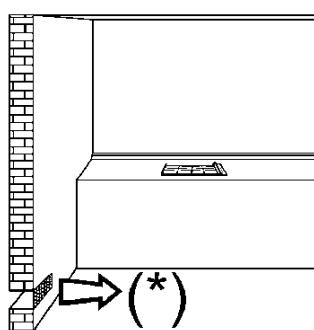
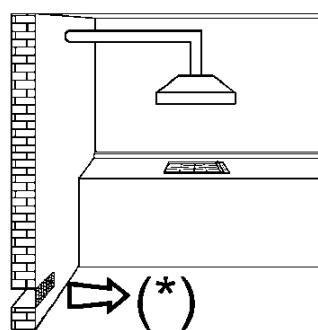
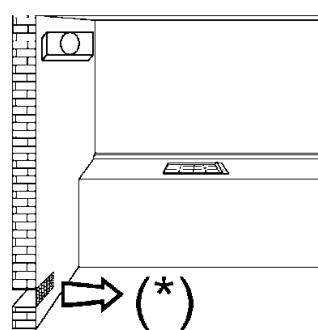

FIG. 3
FIG. 4
FIG. 5
- a utilização dum aparelho de cozinhar a gás produz calor e humidade no local onde está instalado, portanto, é necessário garantir uma boa ventilação do local, mantendo as aberturas da ventilação natural desobstruídas (fig. 3) e activando o dispositivo de ventilação mecânico (ver. fig. 4 e fig. 5).
O ar deve entrar naturalmente por via directa através de aberturas permanentes, que atravessam a parede do local a ventilar, alcançando o lado exterior com uma secção mínima de 100 cm² (veja fig. 3).
Os aparelhos para cozinhar a gás devem sempre libertar os produtos da combustão por meio de exaustão ligada a chaminés ou directamente ao exterior (veja fig. 4). Caso não exista a possibilidade de aplicação de exaustão, admite-se o uso de um ventilador eléctrico instalado na janela ou numa parede que dê para o exterior, o qual deverá funcionar junto com o aparelho (veja